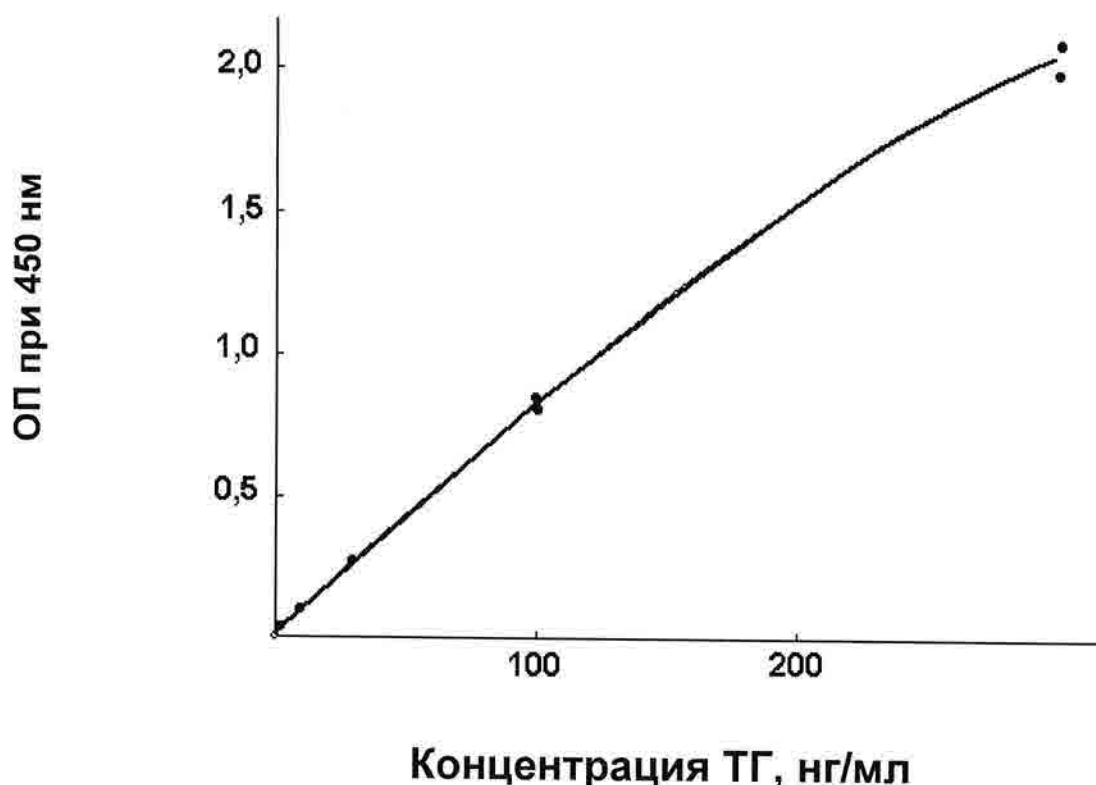

**Рисунок 2. Типичный калибровочный график**
**9.1.** Построить калибровочный график зависимости оптических плотностей от концентрации ТГ (нг/мл) в калибровочных пробах (Рисунок 2). Внешний вид графика зависит от способа преобразования осей.